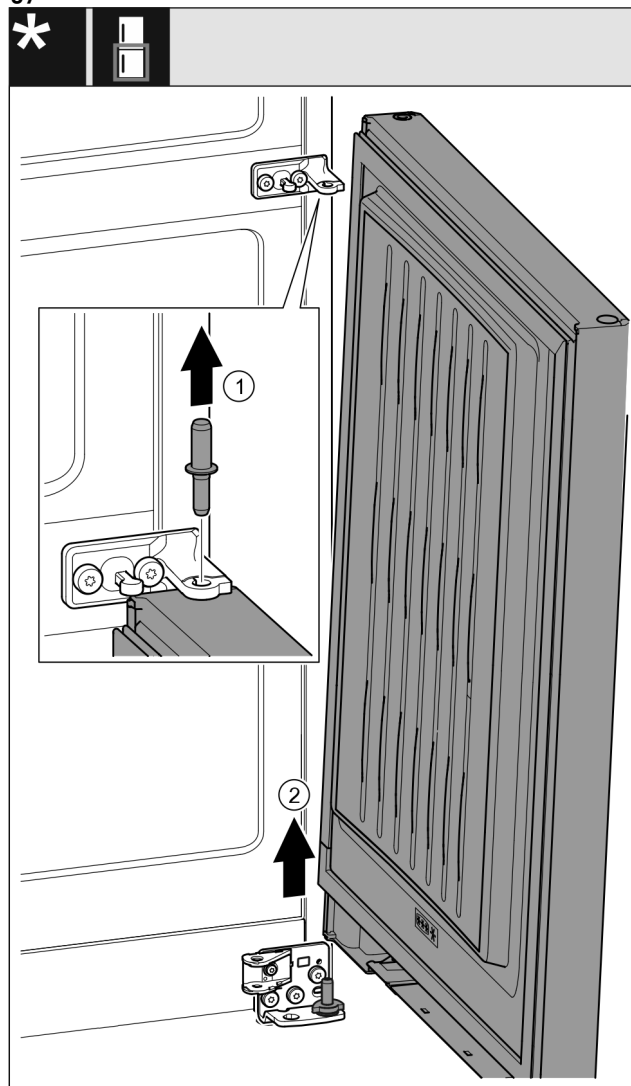

Fig. 22 Záráscsillapítóval*
- ▶ Húzza ki felfelé a csapszeget Fig. 22 (1).*
- ▶ Fordítsa ki az ajtót Fig. 22 (2), húzza fel, és tegye félre.*